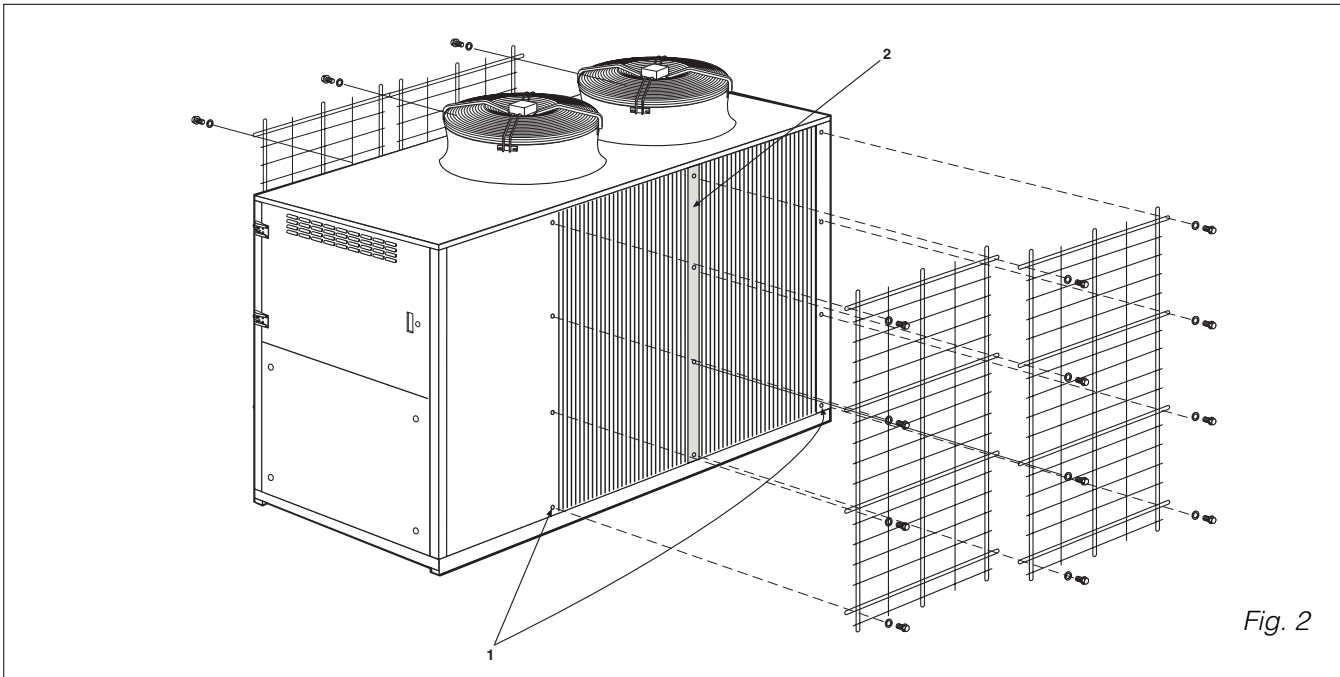

Fig. 2
- Svitare le 8 viti per lato (4 sulla fiancata anteriore e 4 sulla fiancata posteriore, 1 fig 2) presenti sulla fiancata della macchina.
- Dévisser les 8 vis par côté (4 sur le montant antérieur et 4 sur le montant postérieur, 1 fig 2) se trouvant sur le montant de la machine.
- Unfasten the 8 screws on each side (4 at the front and 4 at the back, 1 fig 2) on the sides of the machine.
- Die 8 Schrauben auf der Seitenwand der Maschine (4 auf der vorderen und 4 auf der hinteren Seitenwand, 1 Abb. 2) abnehmen.
- aflojar los 8 tornillos por lado (4 en el lado anterior y 4 en el lado posterior, 1 fig 2) presentes en el lateral de la máquina.